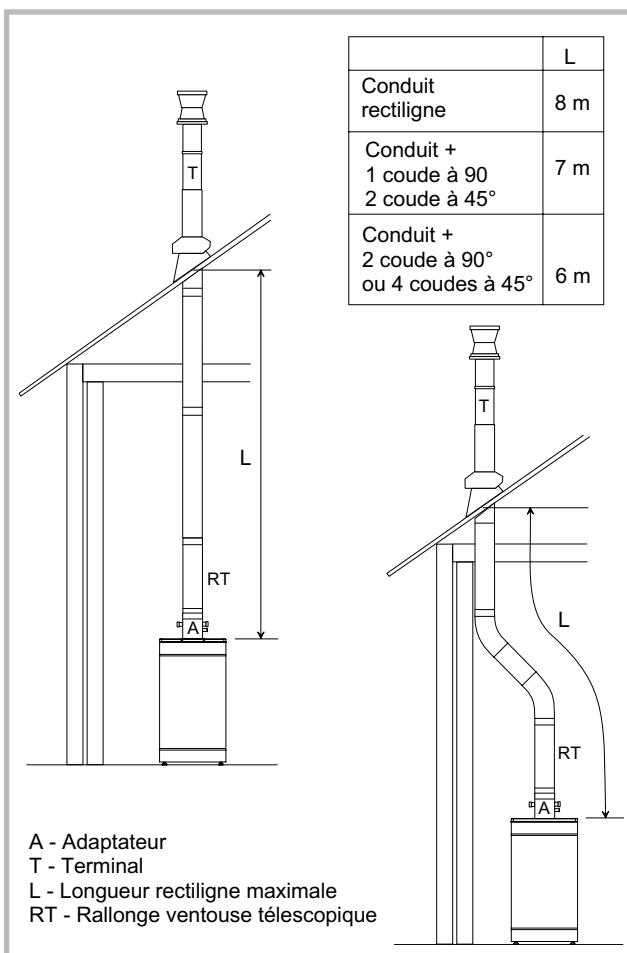

Figure 10
**Longueur rectiligne maximum autorisée = 8 m à partir du couvercle (hors terminal) (L, fig. 10).**